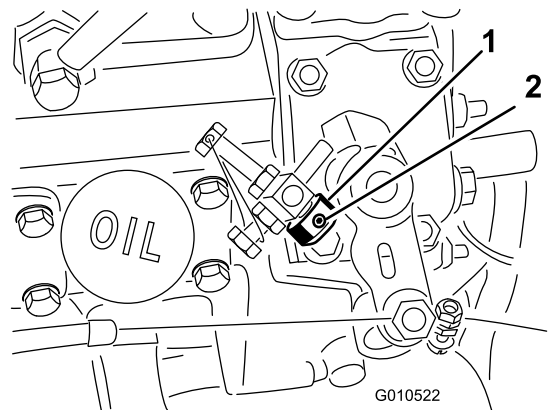

Bild 7
1. Lösen Sie die Stellschraube am Gasbedienungsanschlag (Bild 7).
2. Schieben Sie den Gasbedienungsanschlag auf die hohe Leerlauf-Anschlagschraube (Bild 7). Das abgeschrägte Ende des Gasbedienungsanschlags muss nach außen zeigen.